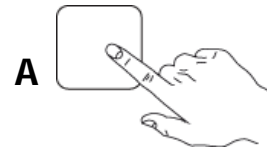

Abb. 13
- 4- Schließen Sie die Tür und drücken Sie den KNOPF "A", um die Spülmaschine einzuschalten. (Abb. 13)